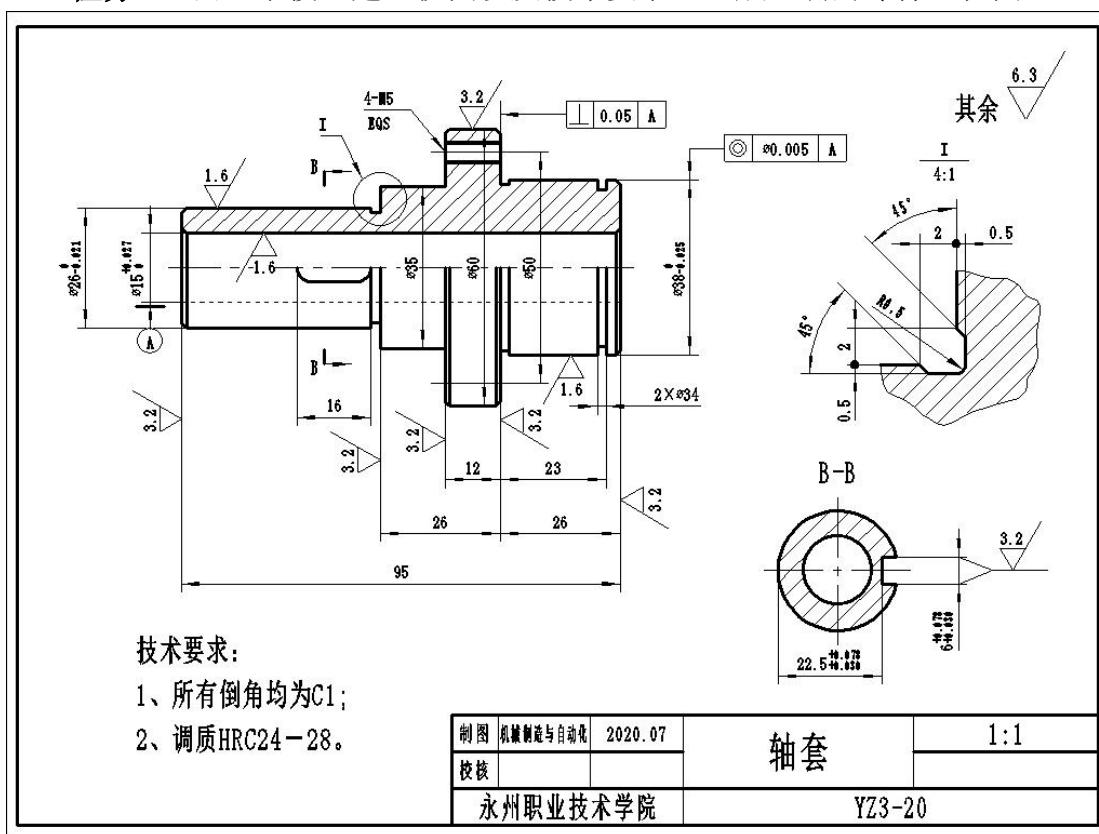

图 3-20 轴套零件图
**任务 1：**识读轴套零件图（如图 3-20 所示），根据零件图要求，利用三维设计软件正确绘制草图，选择合适的特征建模方法完成零件三维造型；